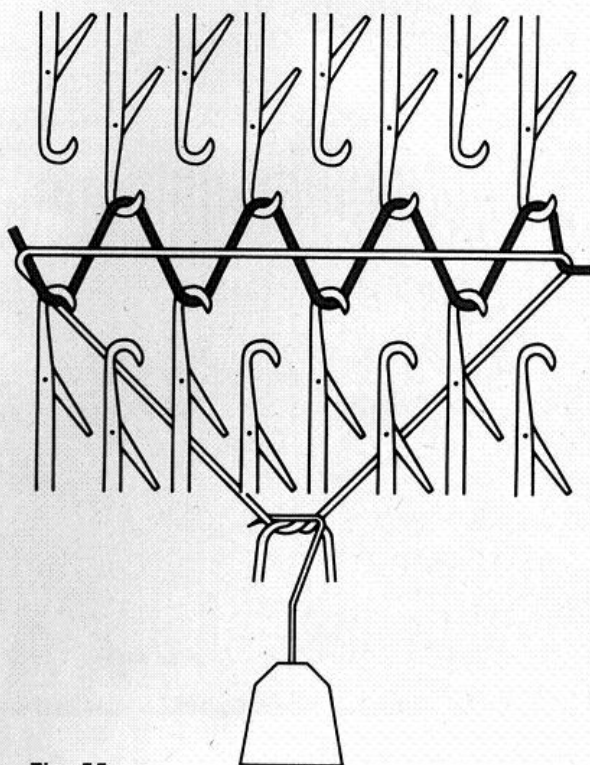

Fig. 55
- Au-dessus de 8 augmentations, mettre un cordonnet sur le zig-zag et y accrocher un poids (fig. 55). Tricoter.